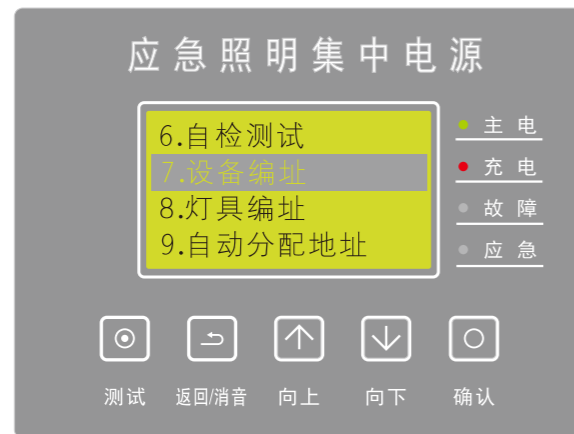

图17
(8)、设备编址：在主屏时，按【确认】键进入菜单，按【向上/向下】选择【设备编址】(如图17)按确认键进入。